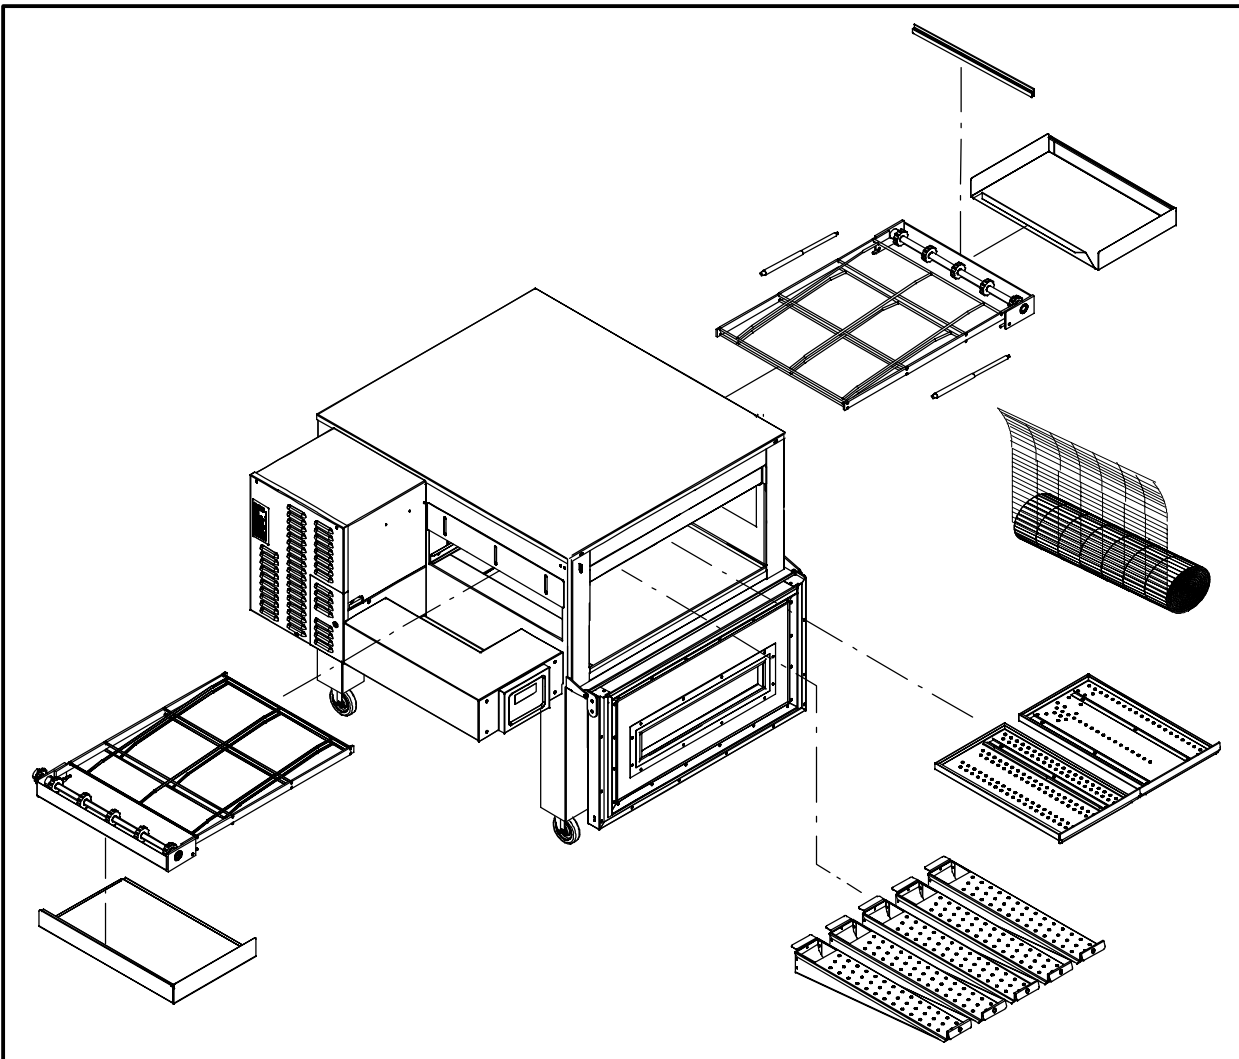

Figura 20
- c.) Extraiga la banda por uno de sus extremos. Asegúrese de enrollarla tal y como se indica en la Figura 20. De lo contrario, quedará del revés cuando vuelva a instalarla.